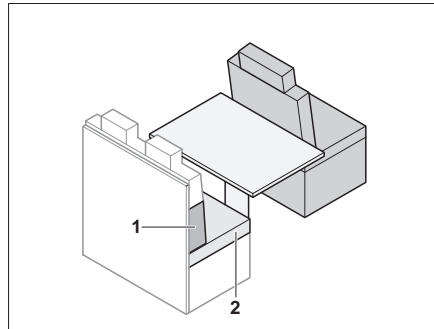

Bild 143 Före ombyggnaden
- Ta bort sittdynan (Bild 143,2).
- Lägg ryggdynan (Bild 143,1) mellan sittdynan och bakväggen. Beakta kilformen.